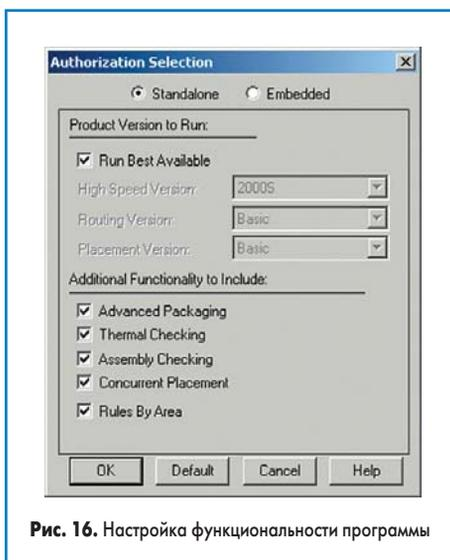

Рис. 16. Настройка функциональности программы
На экране появится диалоговое окно Authorization Selection (рис. 16). В общем случае, особенно при работе на автономных рабочих местах (локальная лицензия), рекомендуется включать опцию Run Best Available, предписывающую системе использовать максимально доступную конфигурацию инструментов трассировщика.
2. Убедимся, что все настройки программы выполнены так, как показано на рис. 16, и нажмем кнопки ОК закроем окно.